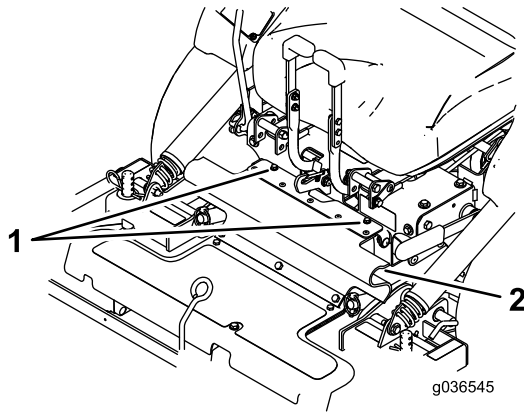

Figura 77
7. Allentate i bulloni applicati alla protezione in gomma (Figura 77).
7. Allineate la porzione superiore della protezione in gomma e fissatela con i bulloni attaccati (Figura 77).